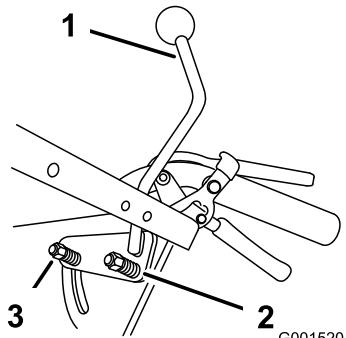

Figura 35
**Nota:** Si el paso a punto muerto no es uniforme, compruebe que ambos muelles de la palanca de control de la velocidad, debajo de la consola, están correctamente tensados, especialmente el muelle del pivote trasero. Repita los ajustes anteriores si es necesario (Figura 35).